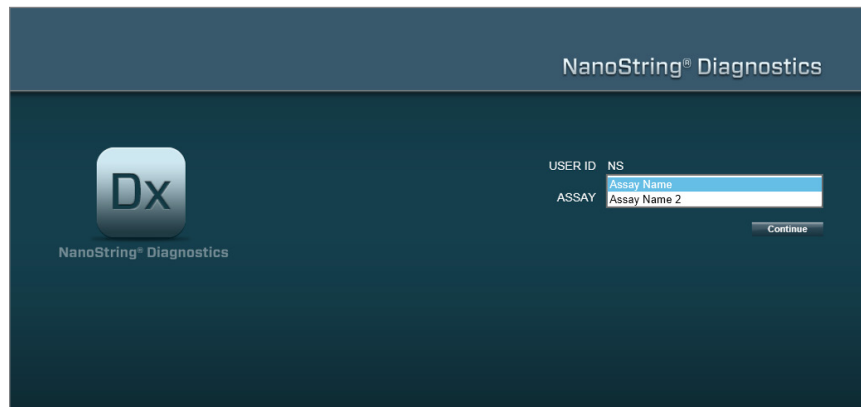

ABBILDUNG 4.2: Das Steuerelement für den **Testtyp** auf der Anmeldeseite
- **Benutzerberechtigungen für mehrere Tests:** Wenn der Benutzer Zugriff auf mehr als nur einen Test hat, wird das Steuerelement für den **Testtyp** angezeigt. Der Benutzer muss dann einen Test auswählen und auf **Continue** (Fortfahren) klicken (FIGURE 4.2).